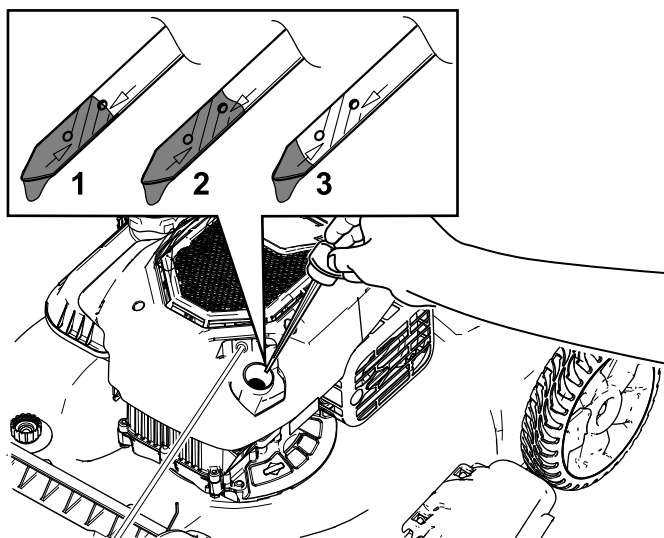

図 25
10. ディップスティックの目印で油量を点検する 図 25。